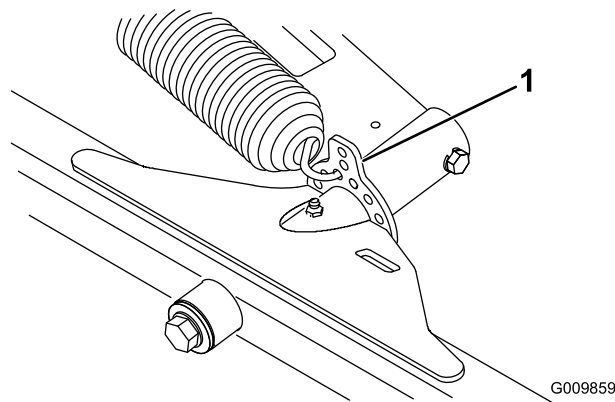

Figura 11
1. Agganciate la molla al terzo foro dall'alto sul lato interno di entrambe le alette dell'apparato di taglio anteriore e sull'aletta dell'apparato di taglio posteriore (Figura 11).